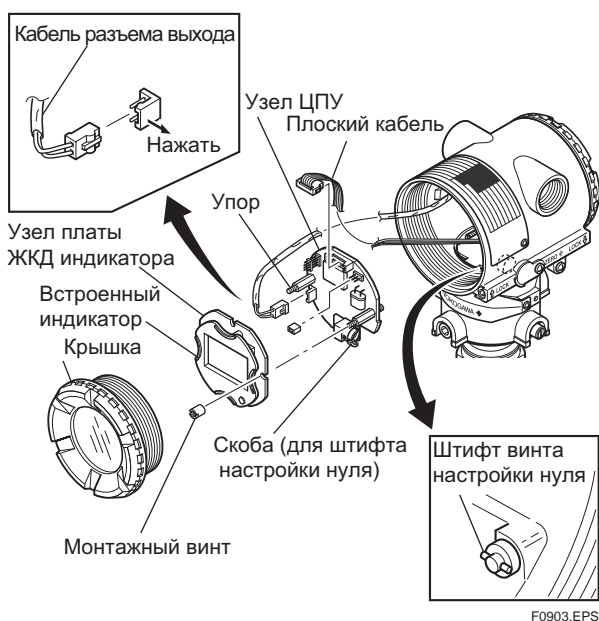

Рисунок 9.4.2. Демонтаж и монтаж платы индикатора на жидких кристаллах и узла ЦПУ
В данном подразделе рассматриваются порядок замены узла ЦПУ. (См. Рисунок 9.4.2).
- 2) Выверните два винта с внутренними шестигранниками, а для модели EJA530A с измерительной шкалой с кодом А, В или С еще и трубу (см. рис. 9.4.2), соединяющую секцию преобразователя и узел капсулы (чувствительного элемента).